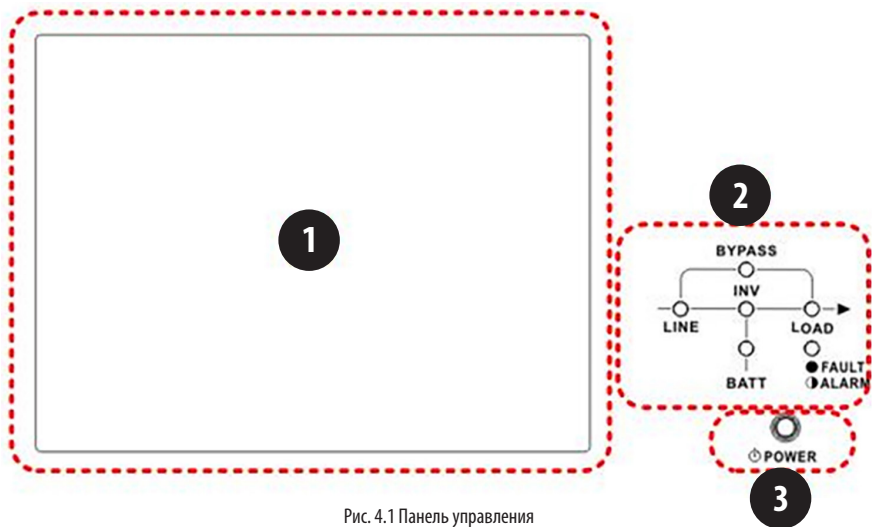

Рис. 4.1 Панель управления
Панель управления и экран дисплея располагаются на передней панели ИБП. Данный интерфейс обеспечивает контроль всех измеряемых параметров, статуса ИБП, статуса батарей и аварийных сигналов. Интерфейс управления разделен на четыре секции: (1) ЖК-панель, (2) светодиодные индикаторы, (3) кнопка питания и (4) звуковая сигнализация. См. рис. 4.1.